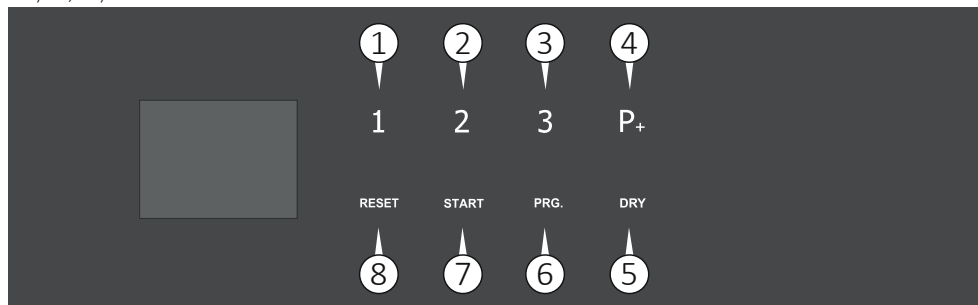

Fig. 15
Pentru a selecta programele disponibile, folosiți tastele P1, P2, P3 sau P+ (consultați Fig. 15) în funcție de programul cel mai adecvat pentru nivelul de murdărie a încărcăturii.
Pentru a selecta programele disponibile, folosiți tastele P1, P2, P3 sau tasta P+ de pe panoul de comandă (Fig. 15).
Opțional: dezactivează faza de uscare prin apăsarea butonului Dry (5 Fig. 15).
Pentru a porni un program, apăsați tasta START (7 Fig. 15).
Descrierea panou de comandă (Fig. 15):
La mașina cu uși de trecere, panoul de comandă din zona curată are doar tasta RESET (8 Fig.15) și tasta START (7 Fig. 15).
- 3) Cu mașina pornită și cu ușa închisă, va fi afișată fereastra pentru selectarea programelor. Apăsăți tasta selectată (P1 sau P2 sau P3 Fig. 15) de pe panoul de comandă. Pentru a accesa programele următoare (dacă sunt arhivate), apăsați de mai multe ori tasta „P+”. După aceea apăsați pe START.